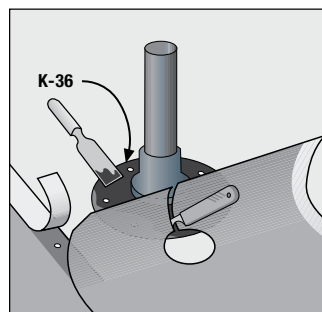

Bild 15
9. För rör m.m. som förts genom taket används elastiska gummistosar (**bild 15**), med minst 15 cm breda flänsar. Montera bälgan på plats och spika fast den i flänsen. Skär av TopTite så att dess övre ände når 10-15 cm ovanför genomföringen, gör ett snitt i TopTites ände och skär ett hål i bälgens storlek. Limma fast vådens ände på flänsen helt och hållet med Tätklister K-36.